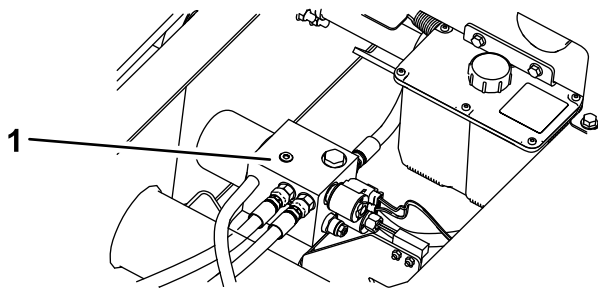

Figure 12
3. Placez un grand bac de vidange sous le bloc collecteur hydraulique (Figure 12).